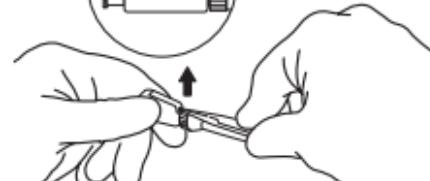

Abb. 4
- b. Nach oben drücken, bis der Sperrhebel entriegelt ist. (**Abb. 4**)